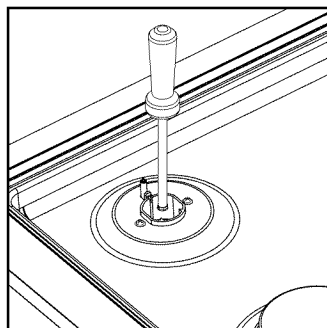

figure 1
- 4 Dévisser les orifices (les conserver en vue d'un usage futur) et les remplacer par les orifices appropriés (les dimensions sont inscrites sur le côté, p. ex., 70 = 0,70 mm) Voir figure 1.